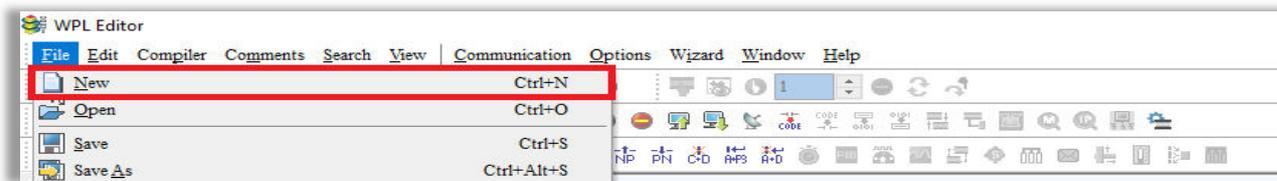

Figura 16-5
**NOTA:** Você também pode encontrar “New file (N) (Ctrl+N)” em “File (F)”, conforme a figura 16-5 abaixo.